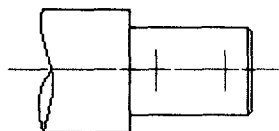

图 3-5
Step 6 选择中心线图层 (05 层), 单击  按钮, 作键槽的中心线, 如图 3-5 所示。